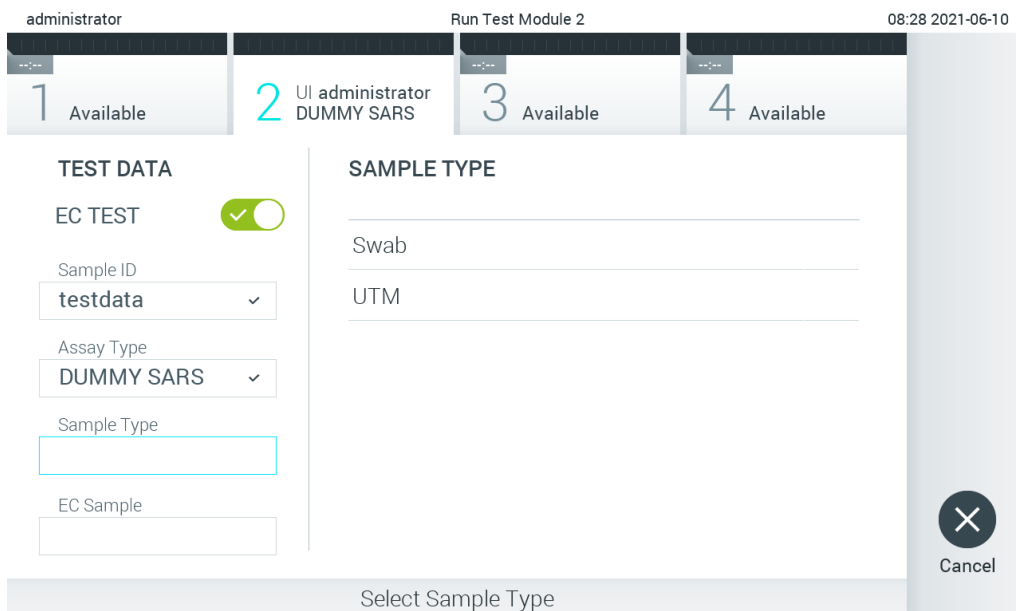

Figura 90. Escolhendo um tipo de amostra.
5. Se necessário, selecione o tipo de amostra apropriado a partir da lista (Figura 90).